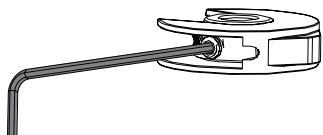
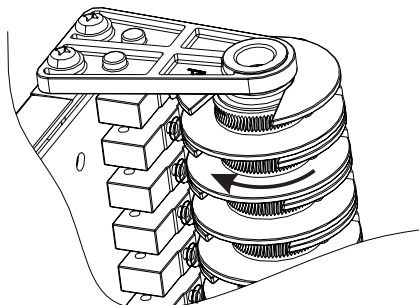
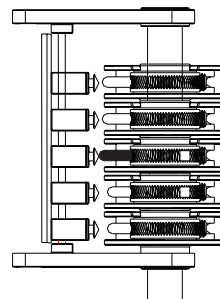

Рис. 5
Рис. 6
Рис. 7
- Ослабьте винты грубой настройки зеленых кулачков (рис. 5), затем поверните их по часовой стрелке (рис. 6) так, чтобы микропереключатели были нажаты (рис. 7), затем затяните винты.